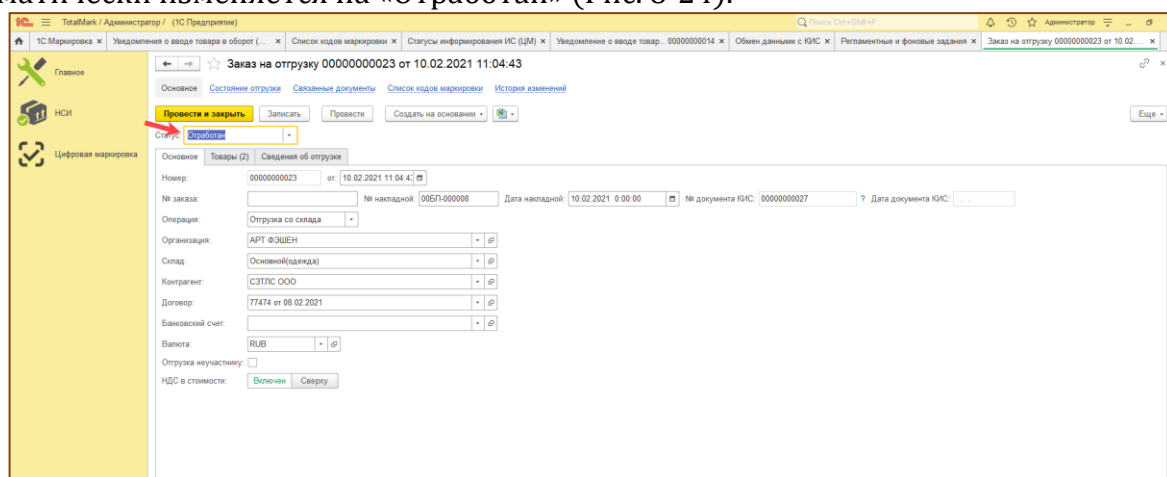

Рис. 8-24 - Завершение Заказа на отгрузку в ТМ
- После того, как отгрузка переведена в статус «Отработан», статус заказа автоматически изменяется на «Отработан» (Рис. 8-24).